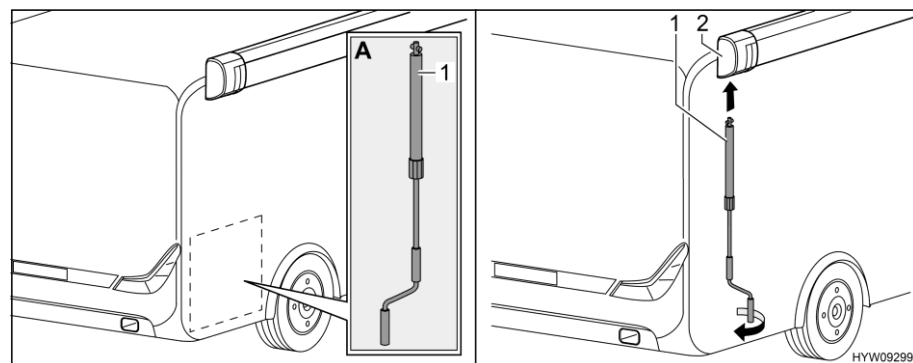

Fig. 49 Instalar la manivela
- Sacar la manivela (Fig. 49,1) del garaje trasero (Fig. 49,A).
- Encajar la manivela en el enganche de bayoneta (Fig. 49,2) del toldillo.